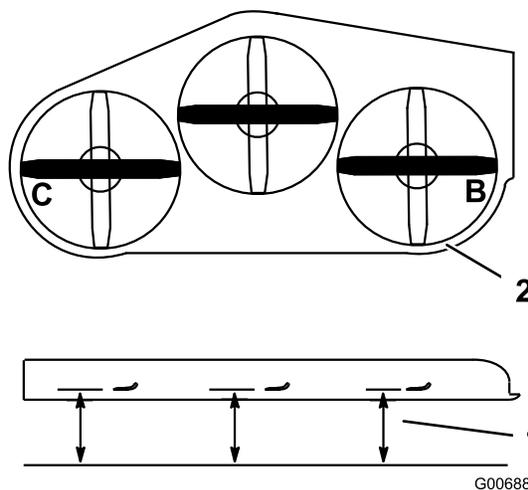

Figura 93
4. Misurate ai punti **B** e **C** da una superficie piana fino al tagliente della punta della lama (Figura 93).